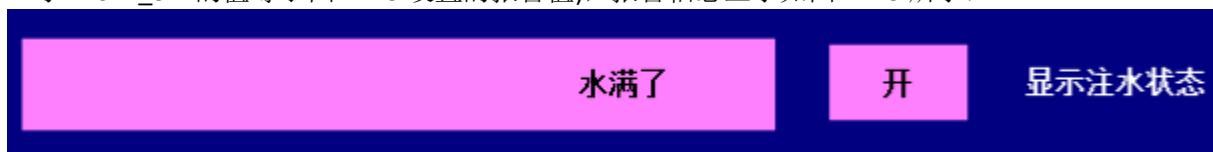

图 4.2-5 报警条显示报警信息
- ⑤ 显示数据：在工具箱点击  添加一个“标签”，双击标签勾选显示输出。在显示输出属性页，点击  选择变量“设备 0_读写 M012_3”，以开关量输出。另外添加一个“标签”，输入“显示注水状态”。参照图 4.2-5 中效果设置标签颜色和字体颜色。
- ⑥ 查看效果：组态完成后，连接 PLC，下载工程运行查看效果：当 PLC 有报警产生时（变量“设备 0_读写 M012_3”的值等于图 4.2-3 设置的报警值），报警信息显示如图 4.2-5 所示：